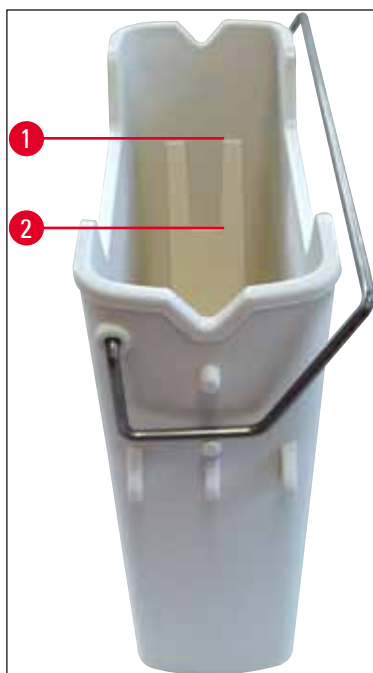

Fig. 17
- » Kontrollér, om reagenskuvettehåndtaget er sat ordentligt fast på reagenskuvetten. Fastgør håndtaget i henhold til (→ Fig. 17), hvis det ikke er tilfældet.